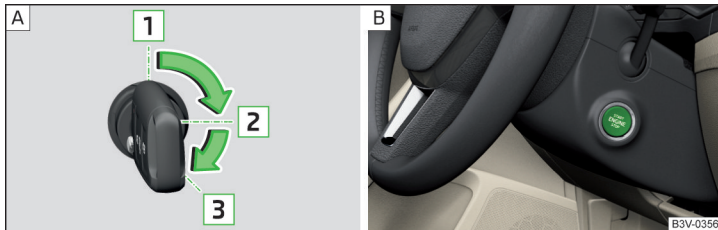

Abb. 253 Positionen des Fahrzeugschlüssels im Zündschloss / Starterknopf
**Positionen des Fahrzeugschlüssels im Zündschloss** » Abb. 253 - [A]
› Den Knopf drücken » Abb. 253 - [B], die Zündung wird ein-/ausgeschaltet.
- › Bei Fahrzeugen mit **Zündschloss** den Schlüssel in die Position **3** drehen » Abb. 253 auf Seite 214 - [A], es erfolgt der Startvorgang. Dann den Schlüssel loslassen, der Motor springt automatisch an.
- › Bei Fahrzeugen mit **Starterknopf** den Knopf kurz drücken » Abb. 253 auf Seite 214 - [B], der Motor springt automatisch an.
- › Bei Fahrzeugen mit **Zündschloss** den Schlüssel in die Position **1** drehen » Abb. 253 auf Seite 214 - [A].
- › Bei Fahrzeugen mit **Starterknopf** den Knopf drücken » Abb. 253 auf Seite 214 - [B], der Motor und die Zündung werden gleichzeitig ausgeschaltet.
› Den Knopf gedrückt halten » Abb. 253 auf Seite 214 -  oder zweimal innerhalb von 1 Sekunde drücken.